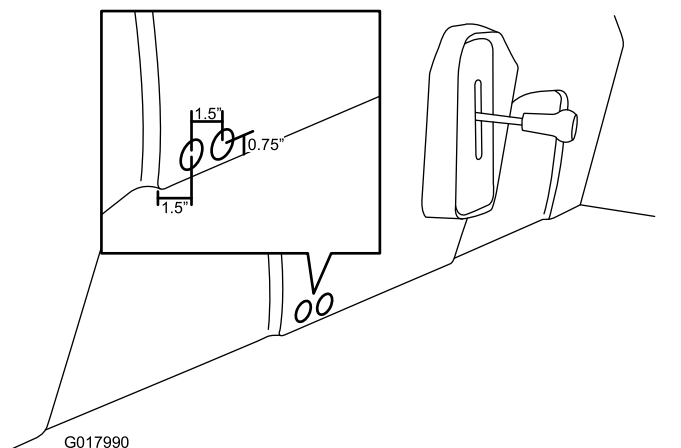

Рисунок 31
1. Отметьте и просверлите 2 отверстия в основании сиденья, используя цилиндрическую пилу диаметром 1 дюйм, как показано на Рисунок 31.